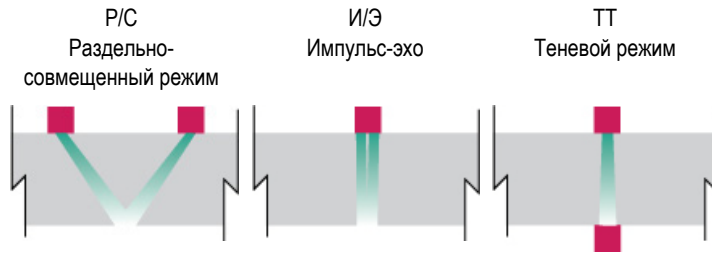

Рис. 6-1 Выбор режима передачи/приема
2. В списке **Настройки УЗ > Генератор > Режим Тх/Rx** выберите нужный режим передачи/приема (см. Рис. 6-1 на стр. 160).